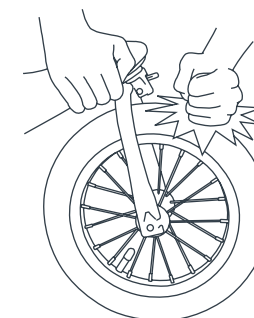

Fig. 5
5) • Soulevez la roue avant du sol et frappez brusquement sur le dessus du pneu (Fig. 5). La roue ne devrait pas être branlante ou se détacher.